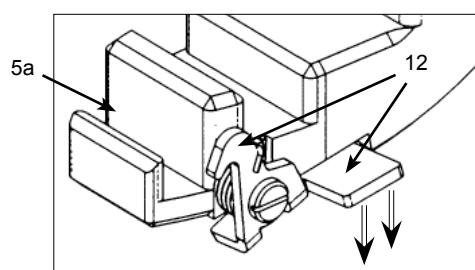

Abb. 7b / figure 7b
- Zweite Torsicherung (12, Abb. 7b) zuerst öffnen, Zubehör, wie z.B. Flügelort, in vorderen Einschub (5a) einsetzen und anschließend zweite Torsicherung wieder loslassen. Zubehör einfach in den entsprechenden Einschub einsetzen.
- Open second barndoor catch (12, fig. 7b), insert accessories into front insertion (5a), e.g. barndoor, and then release the catch.